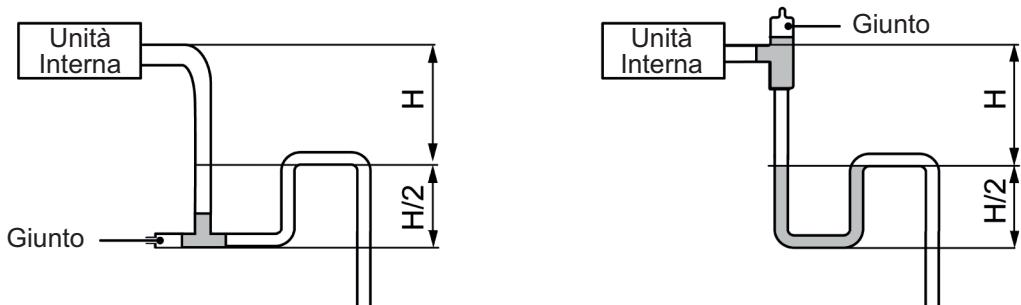

Fig. 4.3.5
(5) Installare il sifone come mostrato in Fig. 4.3.5.